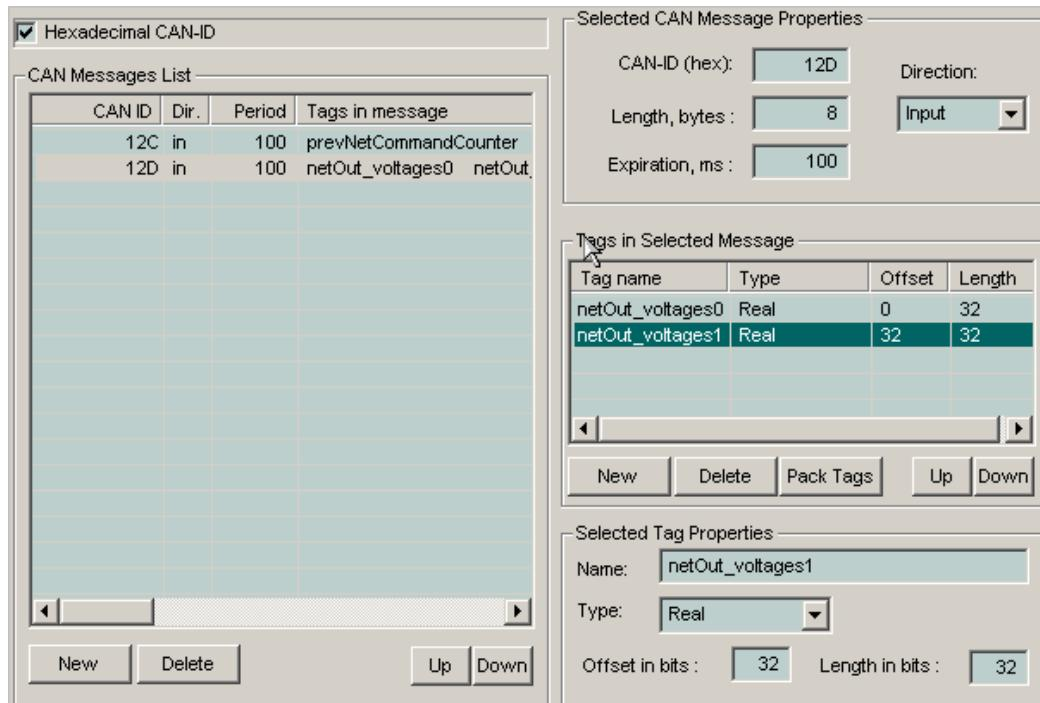

Рис. 64. Добавление тегов для значений каналов модуля аналогового ввода
6. Для сообщения с идентификатором 12DH добавьте два тега типа *Real* с именами *netOut\_voltages0* и *netOut\_voltages1*, первый из которых имеет смещение 0, а второй – смещение 32 в поле данных сообщения 12DH, как показано на рис. 64.